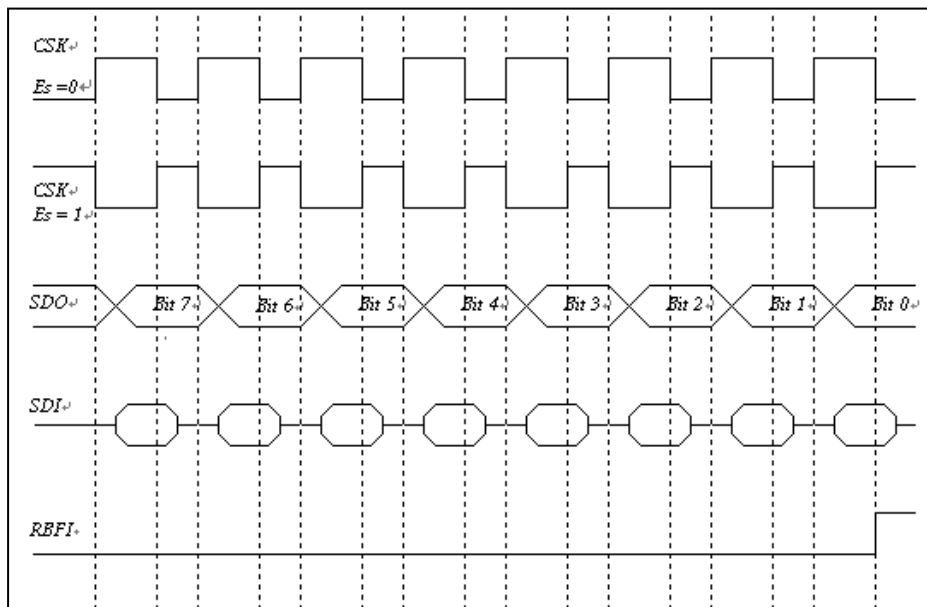
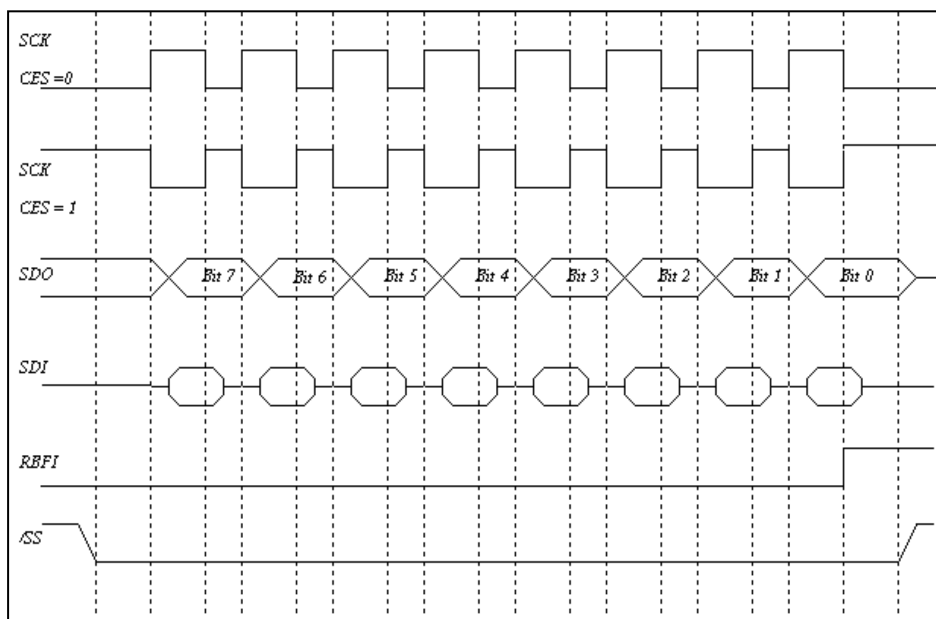

图 6-34 带/SS禁止的SPI模式
图 6-35 使能 SS 的 SPI 模式
- 时序如图6-34和6-35所示.
- 时序如图6-34和6-35所示
通过编程位 CES 选择 SCK 边沿。无论 EM88F758N 处于主/从模式且/SS 禁止, 图 6-34 所示波形均适用。但是, 图 6-35 中的波形只能在使能/SS 的从模式下实现。